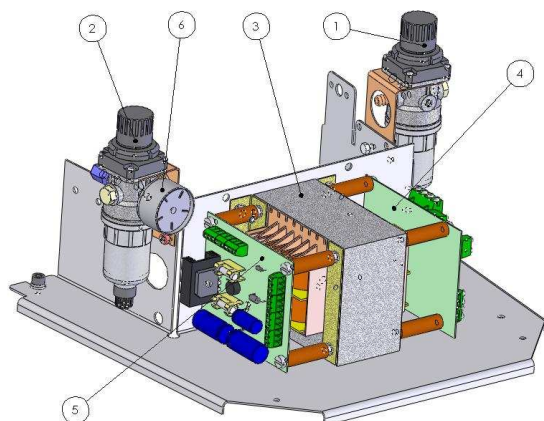

Рис. 2
Под кожухом (2) помещен энергоблок - рис. 2, который содержит: